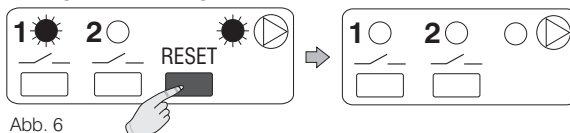

Abb. 6
- Drücken Sie kurz auf die **Taste "RESET"**; nach dem Loslassen der Taste wird die zeitlich begrenzte manuelle Auslösung wieder aufgehoben (Abb. 6).